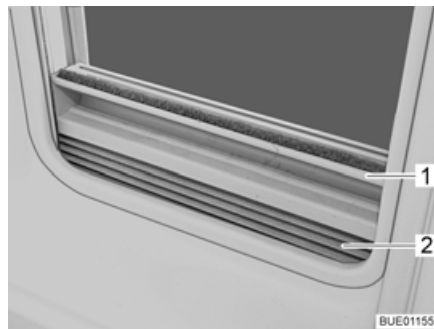

Fig. 64 Tendina oscurante pieghevole
- Chiusura:** ■ Afferrare la tendina oscurante pieghevole (Fig. 64,2) per la parte centrale della barra di presa (Fig. 64,1), tirarla dal basso verso all'alto e rilasciarla nella posizione desiderata. La tendina oscurante pieghevole rimane in questa posizione.